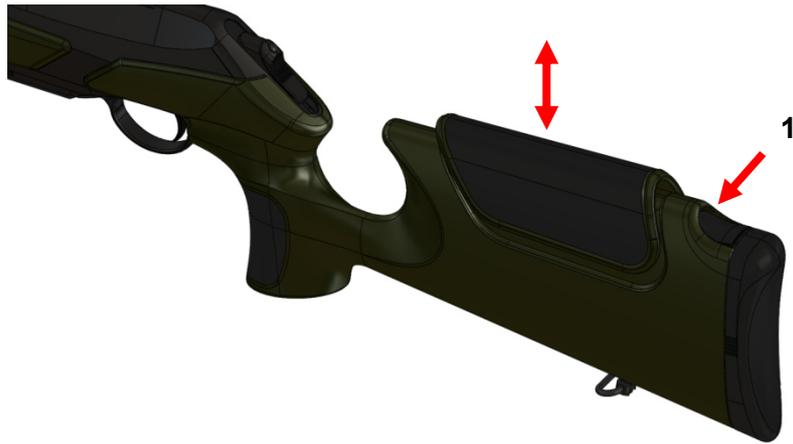

Bild 1
Der SPEEDSTER Schaft besitzt eine stufenlos höhenverstellbare Schaftbacke. Die Höhenverstellung wird durch Drücken des Knopfes (1) bis zum Anschlag ausgelöst (Bild 1). Ist die gewünschte Position der Schaftkappe erreicht, wird diese durch loslassen des Knopfes (1) in ihrer Position geklemmt.